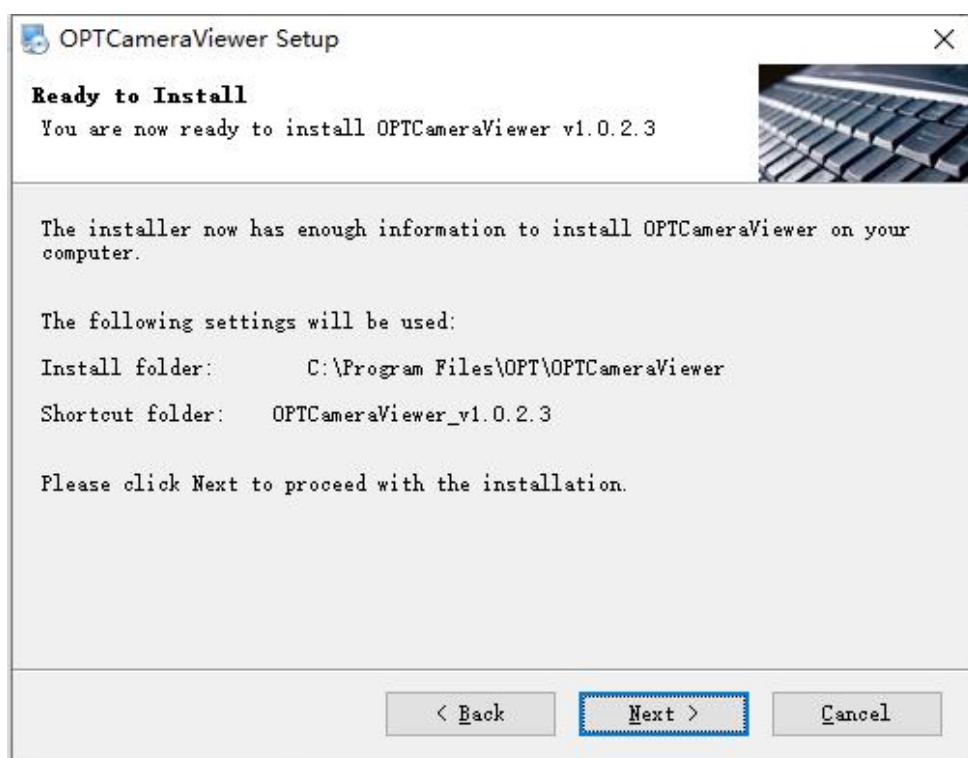

图 3-7 准备安装窗口
8. 进入准备安装窗口如图 3-7 所示，检查安装总结信息并点击下一步按钮，继续安装流程。